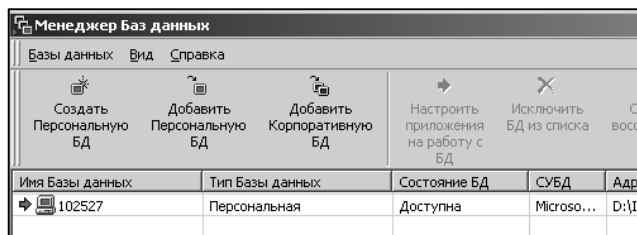

Рис. 3.1
4. Курсором выберите созданную базу данных и на панели управления выберите команду **Настроить приложение на работу с БД** (рис. 3.1).